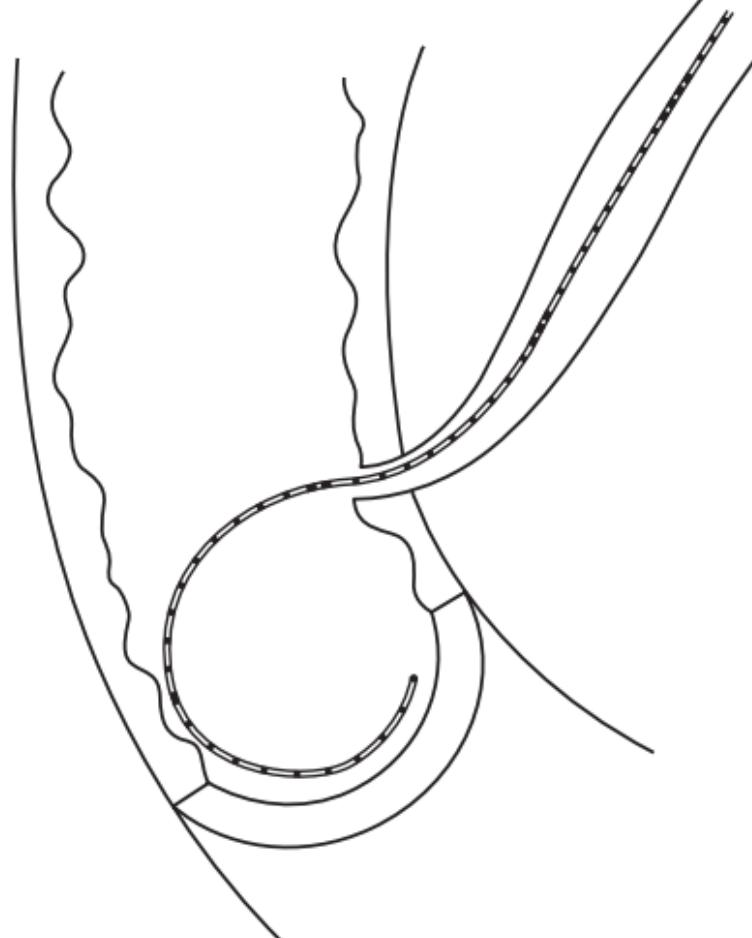

Abb. 2
5. Etwa 15 bis 20 cm des flexiblen Führungsdrähts sollten aufgerollt im Duodenum liegen, um ein versehentliches Herausziehen des Führungsdrähts zu verhindern. Die Position des Führungsdrähts muss unter Durchleuchtung überprüft werden. (Abb. 2)